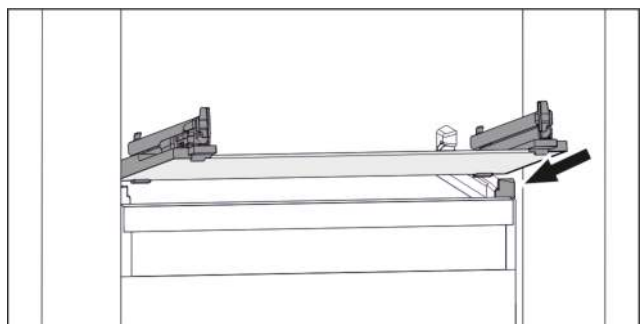

Fig. 64 Beispielhafte Darstellung der Glasplatte
- ▶ Glasplatte schräg hinter den Stopperr aufsetzen. (siehe Fig. 64)